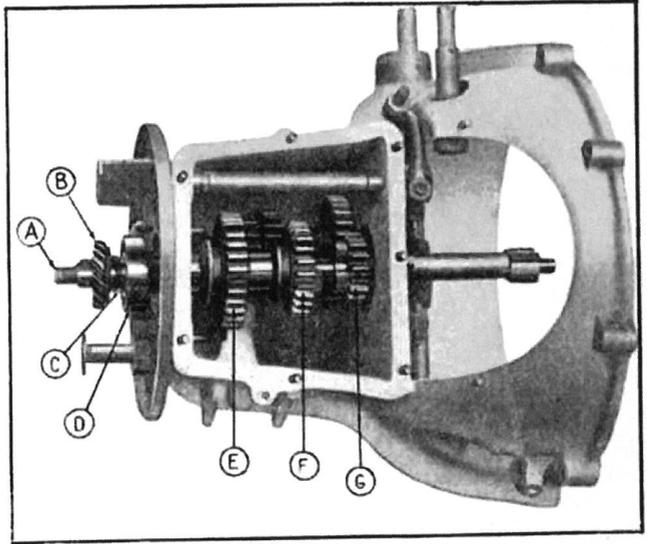

Fig. 146. — Mécanisme intérieur de la boîte de vitesses.
- 2—Enlever s'il y a lieu la turbine de retour d'huile de l'arbre primaire puis retirer la clavette et la rondelle d'écrasement. (fig. 146).